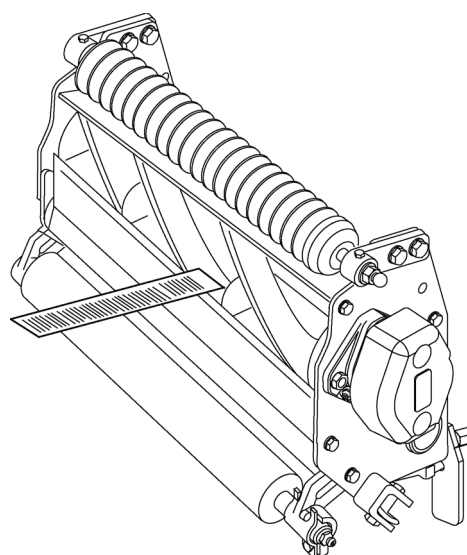

Fig. 3
4. Når justeringen er udflrt, skal du kontrollere, at knivcylinderen kan klemme papir fast, når det indsættes forfra, og klippe papir over, når det indsættes i en ret vinkel (fig. 3). Det blr være muligt at klippe papir over med et minimum af kontakt mellem bundkniven og cylinderknivene. .